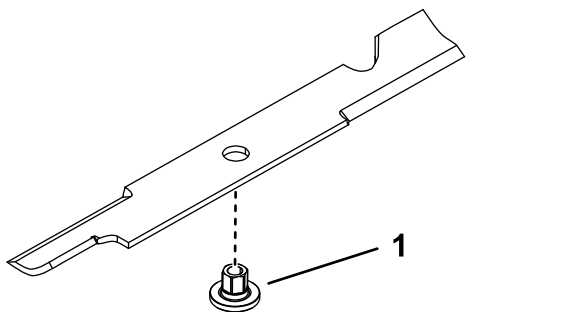

Figure 82
1. Insérez la douille dans la lame en plaçant l'embase sur le côté inférieur (côté herbe) de la lame (Figure 82).